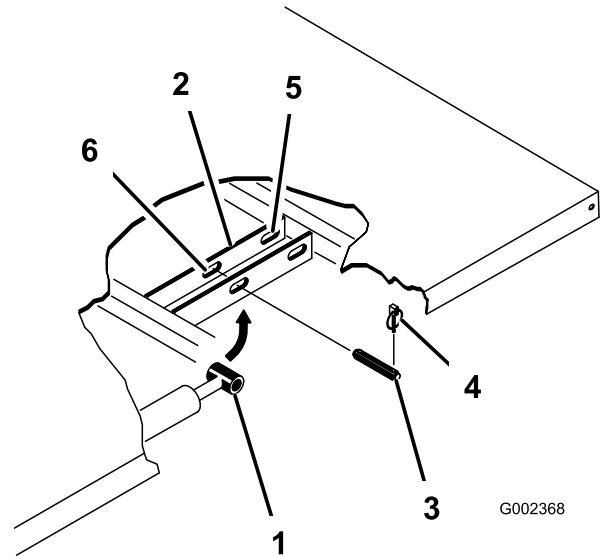

Figura 3
2. Retire los pasadores de seguridad de los extremos exteriores de los pasadores de las varillas de los cilindros (Figura 3).
3. Retire los pasadores que fijan los extremos de las varillas de los cilindros a las chapas de montaje de la plataforma empujando los pasadores hacia dentro (Figura 3).